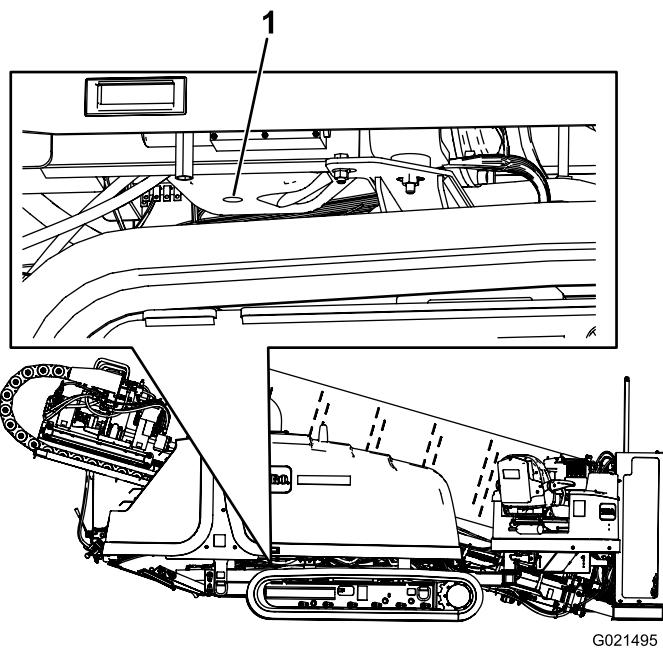

Figura 87
- Retire el tapón de vaciado (Figura 87).
- Instale el tapón de vaciado en el orificio de vaciado (Figura 87).